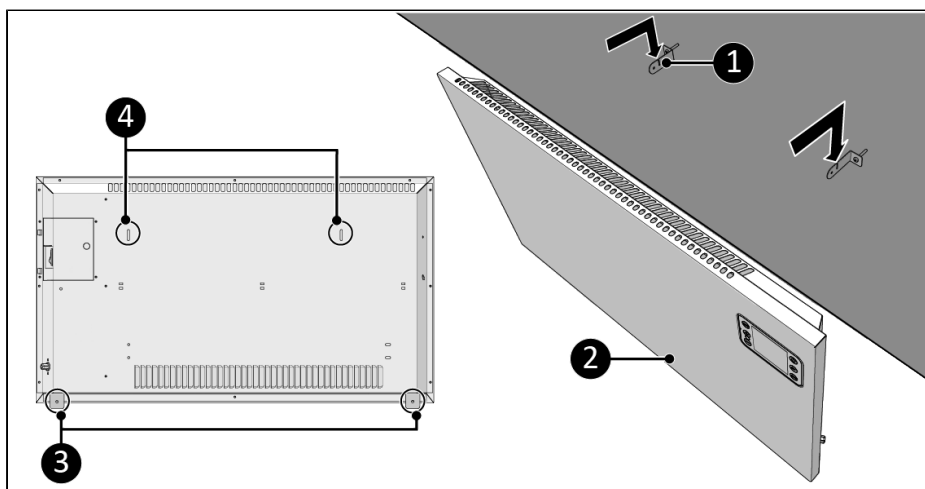

Figure 63.
9. Placez les trous des supports (Figure 63, pos. 4) sur les support mural (Figure 63, pos. 1).
10. Laissez l'appareil (Figure 63, pos. 2) tomber dans les ouvertures des supports muraux (Figure 63, pos. 1).
11. Utilisez les supports de l'appareil (Figure 63, pos. 3) pour marquer la position du trou inférieur sur le mur.
12. Retirez l'appareil des supports muraux (Figure 63, pos. 1)